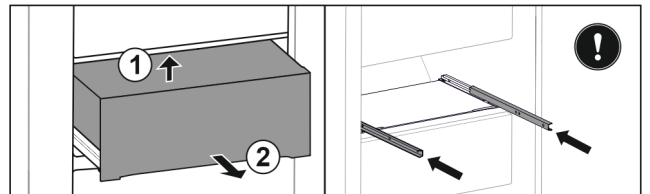

Fig. 159
- ▶ Schubfach von unten hinten anheben. Fig. 159 (1)
- ▶ Schubfach nach vorne entnehmen. Fig. 159 (2)